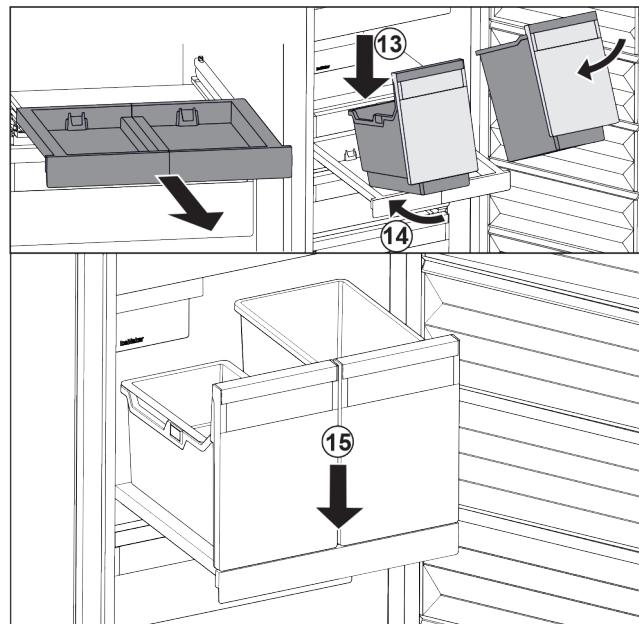

Fig. 110
- Așezați recipientele oblic pe raftul extractabil. Fig. 110 (13)
- Inserați recipientul oblic spre partea posterioară. Fig. 110 (14)
- Depuneți recipientul în față. Fig. 110 (15)